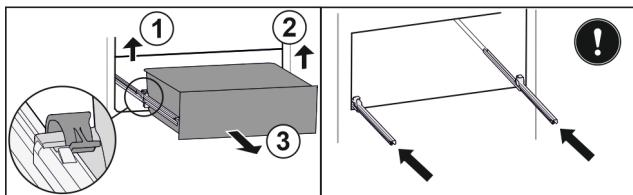

Fig. 119
- Løft venstre klemme og trekk samtidig skuffen fremover til venstre. Fig. 119 (1)
- Løft høyre klemme og trekk samtidig skuffen fremover til høyre. Fig. 119 (2)
- Ta ut skuffen framover. Fig. 119 (3)